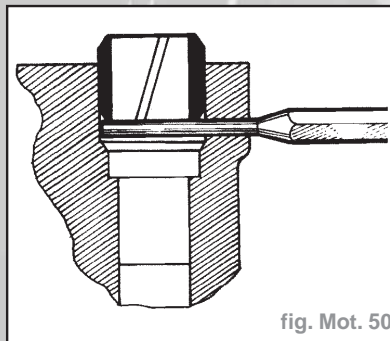

fig. Mot. 50
- Mettre les douilles à hauteur correcte en utilisant un chasse-goupilles $\varnothing 3$ mm (fig. Mot. 50).
- Introduire une tige de Ø 3 mm (chasse-goupille) dans chaque logement de douilles de centrage et placer celle-ci en butée sur les tiges pour empêcher leur enfoncement lors de la repose de la culasse (fig. Mot. 50).